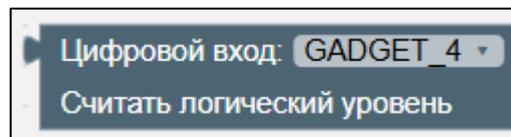

Рисунок II-46 – Блок «Цифровой вход. Считать логический уровень»
8. Блок «Цифровой вход. Считать логический уровень» (см. Рисунок II-46).